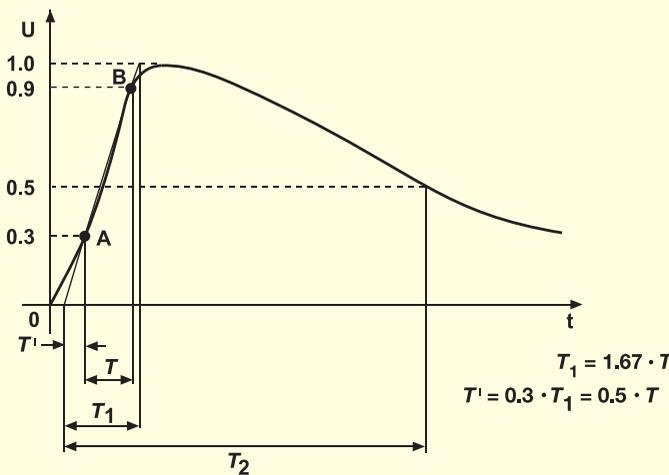

Рисунок 8 Форма одиночного высоковольтного импульса 1.2/50 мксек или 10/700 мксек
- Согласно рис. 8, значение перед символом «/» — это время нарастания высоковольтного импульса (T1), значение после символа «/» — это продолжительность импульса (T2).